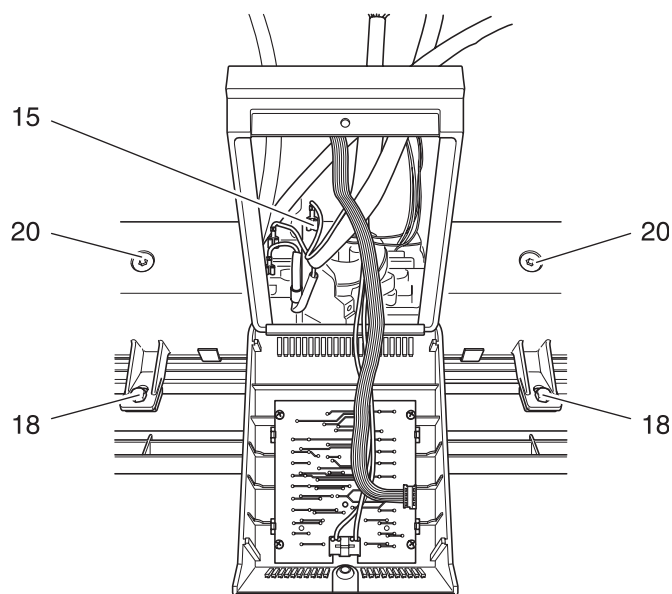

Fig. 7e
- Das Bedienpult kpl. nach vorne klappen (Fig. 7e)
- Die Schrauben 18 herausdrehen und das Auflagebrett abnehmen (Fig. 7e).
- Die Schrauben 20 herausdrehen und den Heizschuhständer abnehmen (Fig. 7e).